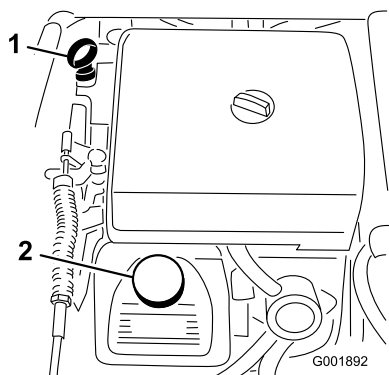

Figura 46
- Togliete l'asta di livello ed asciugatela con un panno pulito (Figura 46). Inserite l'asta nel tubo e verificate che sia inserita a fondo. Rimuovete l'asta e controllate il livello dell'olio.
- Se il livello dell'olio è basso, togliete il tappo di rifornimento dal coperchio della valvola (Figura 46) e versate dell'olio fino a portarne il livello al segno
- Versate lentamente circa l'80% della quantità indicata d'olio nel bocchettone di rifornimento (Figura 46).